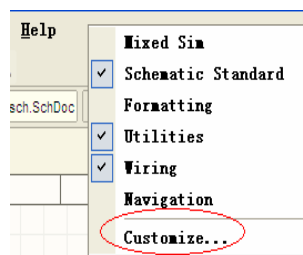

图 5.1
5.1.1 在菜单条空白处点击右键,在弹出菜单中选择 Customize... 图 5.1